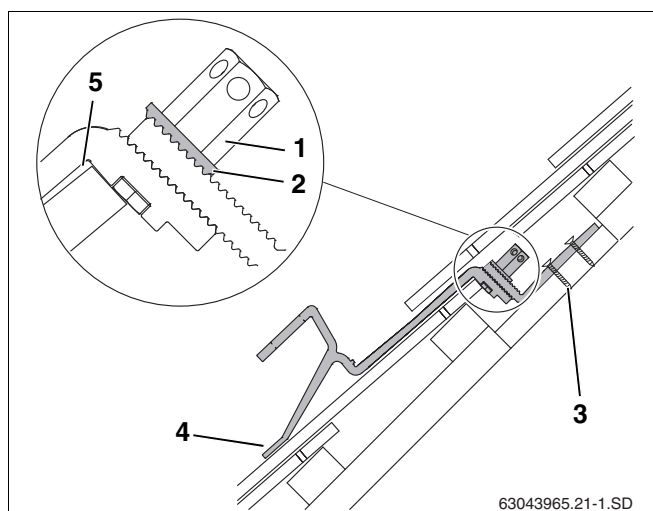

Рис. 19 Установленный кровельный крюк - разрез с обрезанной нижней частью
- ▶ Установите переднюю подпорку на черепицу таким образом, чтобы она при нагрузке прилегла к ней (рис. 19, поз. 4).
При этом должен быть зазор между кровельным крюком и верхним краем черепицы (рис. 19, поз. 5). При необходимости подгоните черепицу сверху.
Зубчатая подкладная шайба (рис. 19, поз. 2) должна войти в зацепление с нижней частью кровельного крюка.
- ▶ Затяните высокие гайки (рис. 19, поз. 1). Для этого вставьте ключ SW 5 в отверстие гайки и поверните его.
- ▶ Нижнюю часть кровельного крюка прикрепить к стропилам или доскам/брусу минимум в первом (рис. 19, поз. 3) и втором отверстии соответствующими шурупами.